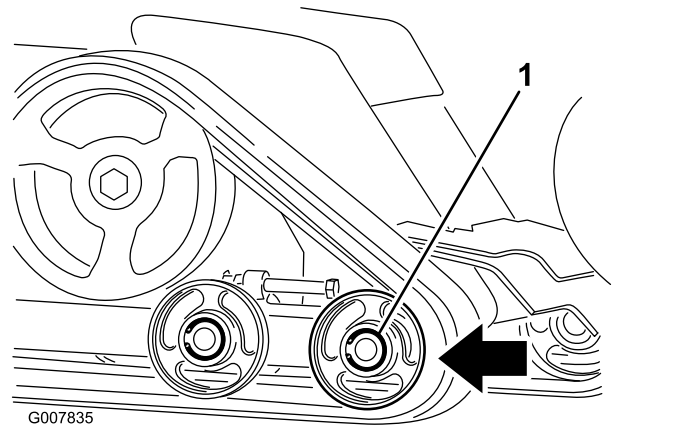

Figura 47
6. Empuje la rueda de rodaje delantera todo lo posible hacia atrás (Figura 47).
8. Una vez retirada la oruga de la rueda de rodaje, retírela de la máquina (Figura 47).
9. Empezando en la rueda motriz, pase la oruga nueva alrededor de dicha rueda, asegurándose de que los dientes de la oruga encajen entre los espaciadores de la rueda (Figura 47).
10. Introduzca la oruga por debajo y entre las ruedas de rodaje trasera y central (Figura 47).